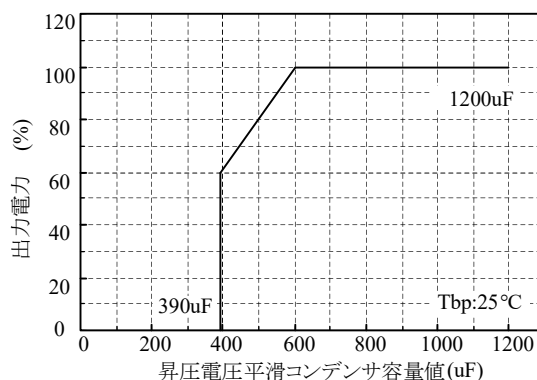

図1-3 出力電力 対 昇圧電圧平滑コンデンサ容量値
2. 合計容量値が390uF - 600uFの場合は、出力電力のディレーティングが必要となります。図1-3をご参照下さい。
ただし、コンデンサ容量を軽減してご使用いただいた場合には、図1-3に示す通り出力電力を軽減する必要がありますのでご注意ください。